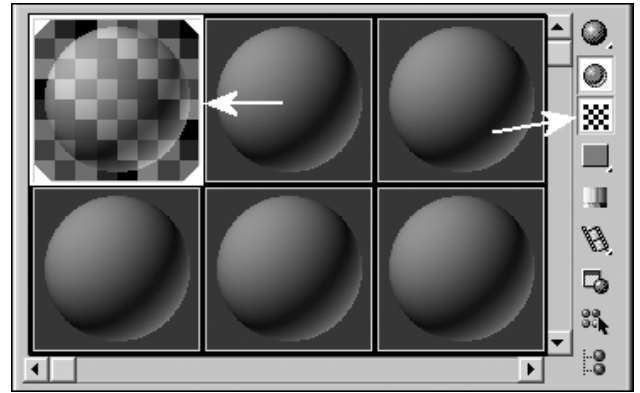

Fig.9.17
- **Opacité** : par défaut, tous les matériaux ont 100% d'opacité. En diminuant la valeur l'objet devient de plus en plus transparent. Pour avoir un aperçu de la transparence dans les champs échantillon, visualisez l'objet sur un arrière-plan. Cliquez pour cela sur le bouton **Arrière-plan en damier** situé à droite des champs échantillon (fig.9.17). D'autre part, les matériaux transparents sont rendus de façon plus réaliste lorsque vous activez la case 2 faces dans le panneau déroulant **Paramètres de base ombrage du matériau**.